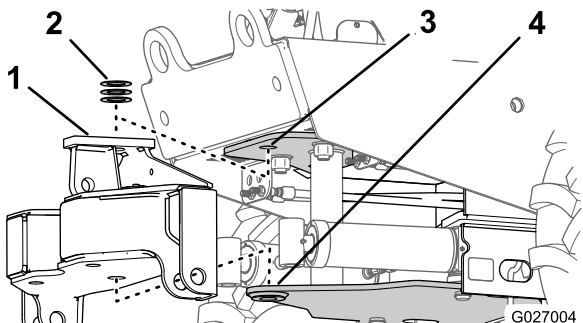

Figure 24
9. Alignez le cadre de pivotement entre les plaques supérieure et inférieure du cadre de montage, et alignez les trous de pivot dans les cadres de pivotement et de montage (Figure 24).
10. Insérez les rondelles que vous avez choisies à l'opération 5 entre la plaque supérieure du cadre de montage et le sommet du cadre de pivotement (Figure 24).